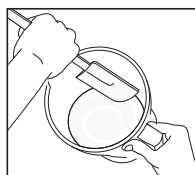

Fig. 21
2. Si es necesario, utilice una espátula de goma para retirar los restos de alimentos de los lados del vaso. (Fig. 21)